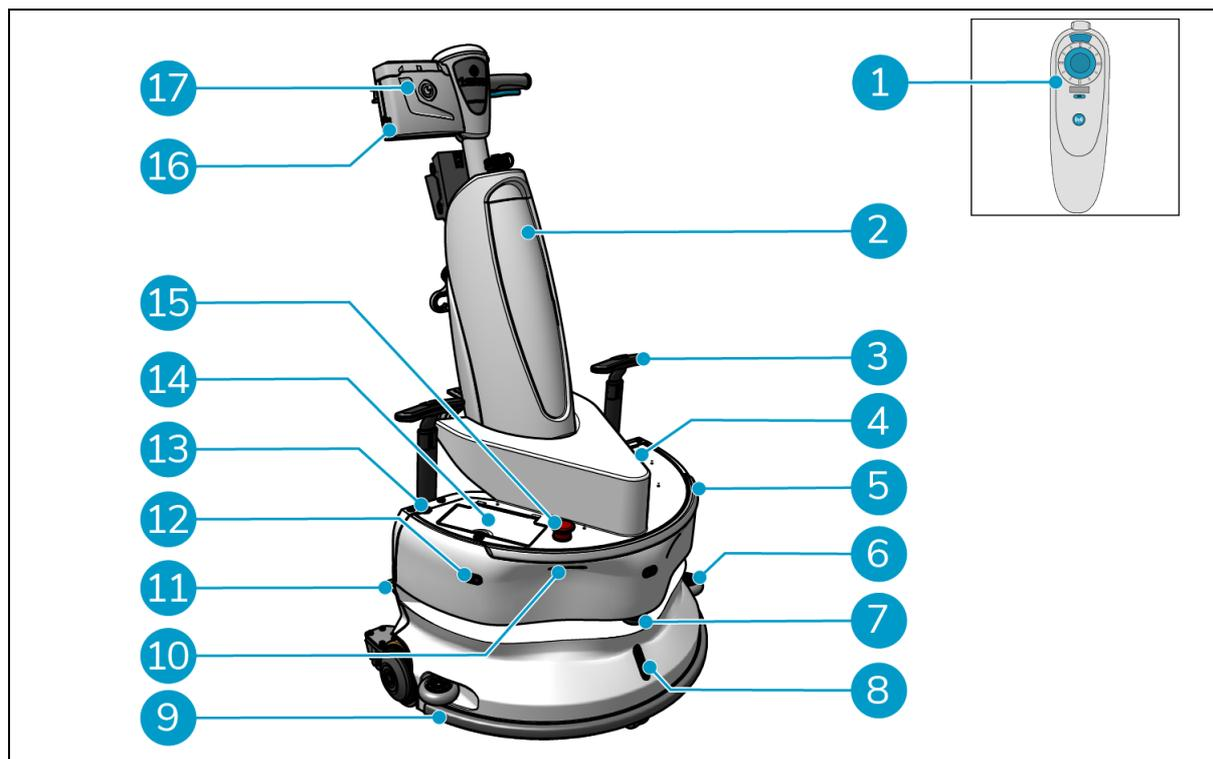
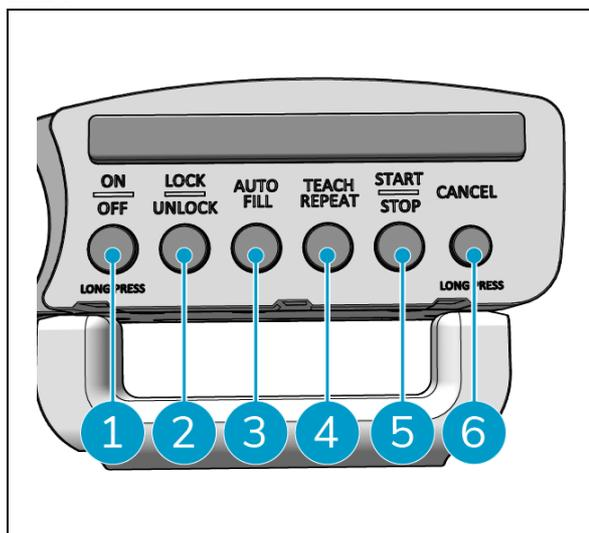

Figure 5
Figure 7
Avant de retirer les piles, veillez à éteindre l'i-walk à l'aide du bouton d'alimentation situé sur l'unité principale (cf. Figure 5, pos. 13) et le bouton ON/OFF sur la poignée de commande (voir Figure 7, pos. 1). Retirer les batteries sans éteindre l'i-walk peut provoquer des étincelles et des problèmes avec les connecteurs.